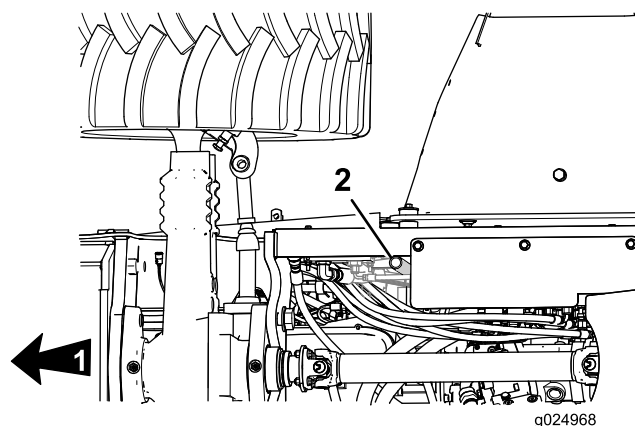

Figure 67
1. Vérifiez si le tube de recyclage des gaz du carter (Figure 67) contient des boues, des débris ou de la glace.